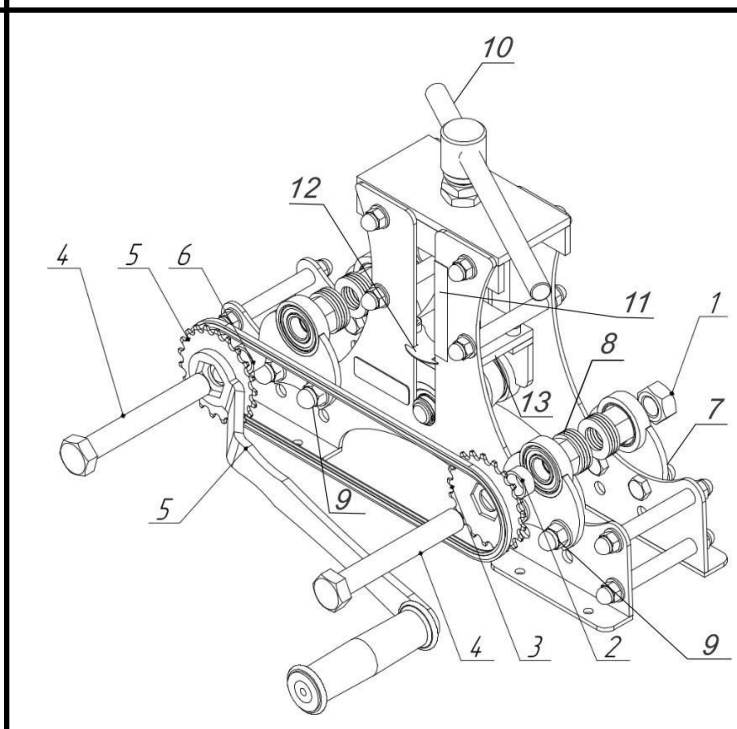

Рис. 4. Профилегипб "Удачный Стандарт"
3. Вращая ручку (10) на Рис. 4 установите профилегиб в верхнее положение, позволяющие без усилий вставить на валы профильную трубу.
4. Установите профиль (пруток) на поверхность валков (6) на Рис. 4.
Трубогиб "Удачный-Стандарт" позволяет изменять высоту установки валков. Для того, чтобы сменить положение валков, открутите болты крепления фланцев (опоры) (9) на Рис. 4 на всех четырех опорах. Для удобства можно снять валки. Переместить в нужное положение и закрепить. Если валки сняты, установить их на место.